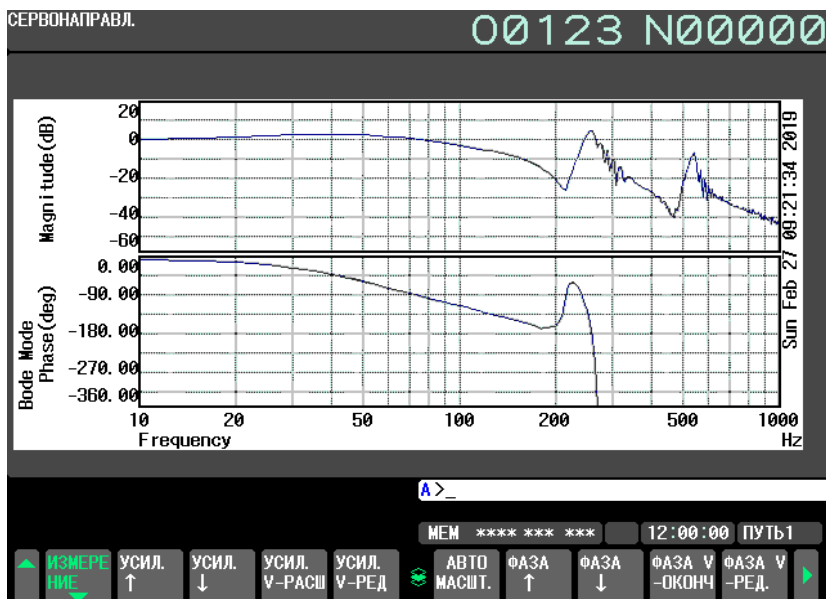

Рис. 1.9.1.5 (к)
- 31 После завершения измерения экран отображения волны будет отображен так, как показано Рис. 1.9.1.5 (j).